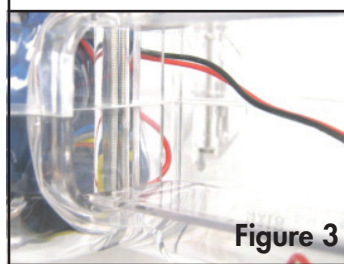

Figure 3
4)(Figure 3) Refermez la partie droite de la coque. Assurez-vous que la plaque arrière est parfaitement insérée de haut en bas à l'intérieur de la fente placée sur la partie droite de la coque. Assurez-vous que le moteur et les fils de l'alimentation ne coïncident pas entre les deux parties de la coque. Les câbles d'alimentation doivent passer par la fente de la coque pour parvenir au compartiment à piles. Assurez-vous que la broche du couvercle soit insérée dans l'orifice de la partie droite de la coque. Casez le bobine du ressort anti-bourrage qui dépasse sous le rebord de la coque droite à l'aide d'un petit tournevis à tête plate.